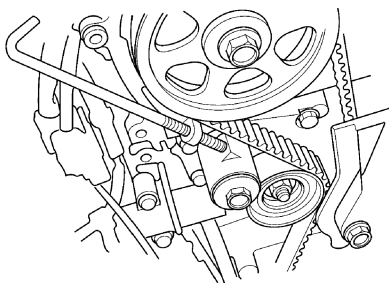

图 2-112 固定正时带调节器
13) 如图 2-112 所示，紧固蓄电池夹紧螺栓，以将正时带调节器固定在其当前位置。用手紧固，不要使用扳手。